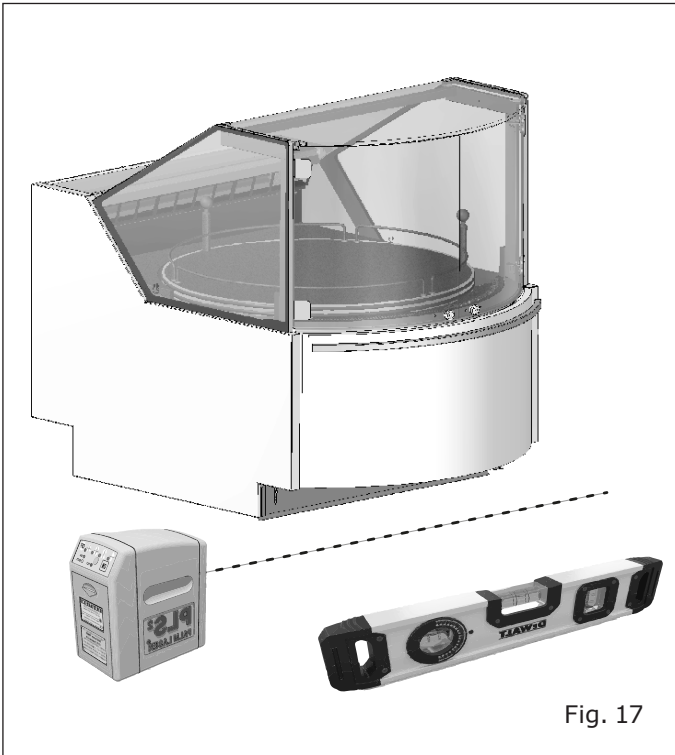

Fig. 17
- Sobre un suelo nivelado ("Fig. 17").